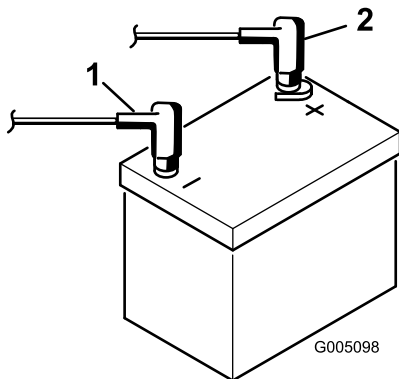

Bild 6
2. Schließen Sie das Pluskabel der Batterie (rot) vom Startermagnet an den positiven Pol (+) der Batterie an (Bild 6). Ziehen Sie es mit einem Schraubenschlüssel an und überziehen Sie die Klemmen/Pole mit Vaseline. Achten Sie darauf, dass das Kabel nicht den Sitz berührt, wenn der Sitz ganz nach hinten gestellt ist, da das Kabel ansonsten beschädigt werden kann.